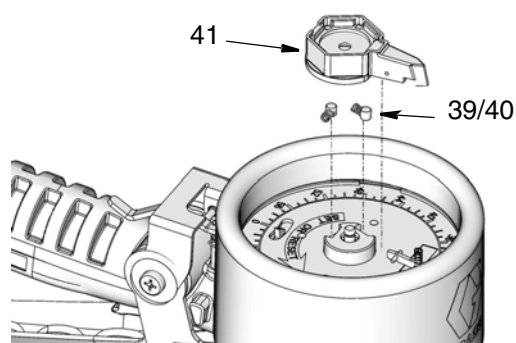

Рис. 27
3. Извлеките указатель (41), пружины (39) и штифты (40) (Рис. 27).